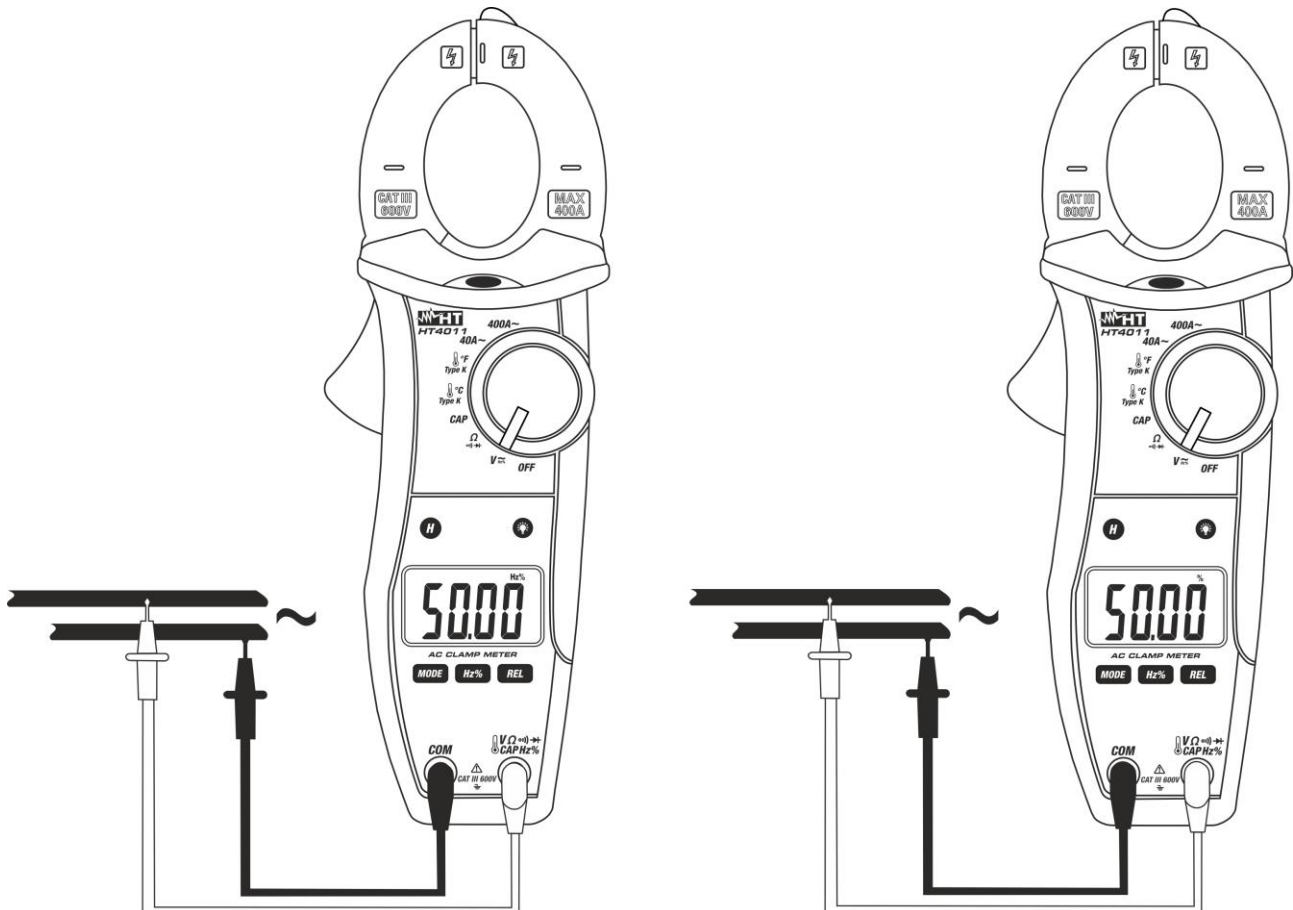

Fig. 5: Uso de la pinza per medidas de Frecuencia y Duty Cycle
4. Posicione las puntas de prueba en los puntos deseados del circuito en examen para medida de frecuencia con puntas de prueba. El valor de la frecuencia (Hz) (vea Fig. 5 – parte izquierda) o del duty cycle (%) (vea Fig. 5 – parte derecha) se muestra en pantalla